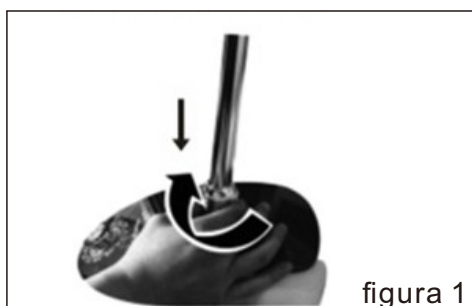

figura 1
① Inserir o poste de alumínio do tipo extensão no seu suporte, como se mostra na Figura 1.
- ② Rodar o botão de fixação do poste tipo extensão no sentido dos ponteiros do relógio, como mostra a Figura 1.